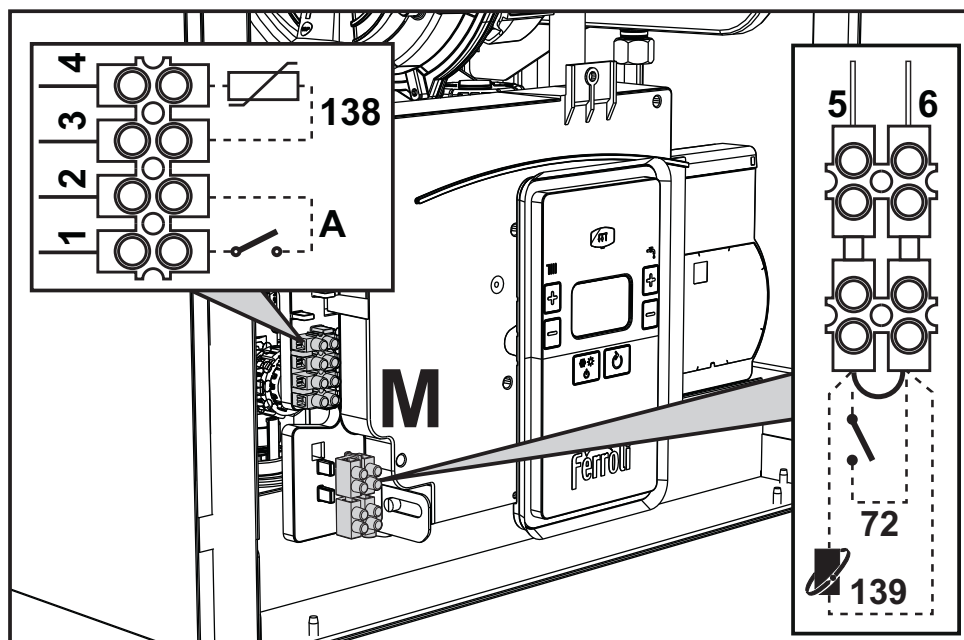
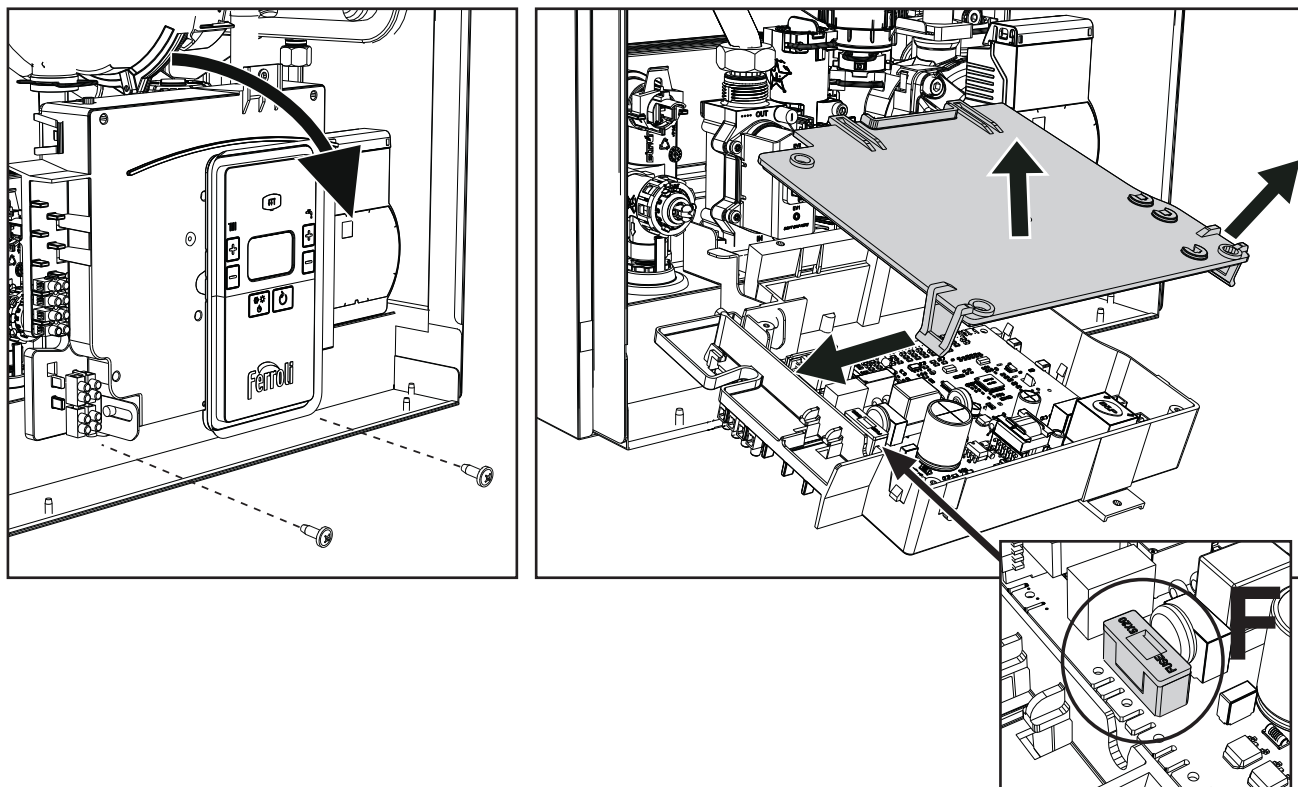

fig. 18
fig. 19
Nadat het voorpaneel is verwijderd ("Openen van het voorpaneel" op pagina 138), zijn de klemmenborden (M) en de zekering (F) toegankelijk door de onderstaande aanwijzingen te volgen (fig. 18 en fig. 19). **De klemmen die zijn aangegeven in fig. 19 moeten droge contacten zijn (niet 230V).** De plaats van de klemmen voor de verschillende aansluitingen staat ook vermeld in het schakelschema op fig. 53.
Configuratie ON/OFF-schakelaar (A fig. 18)